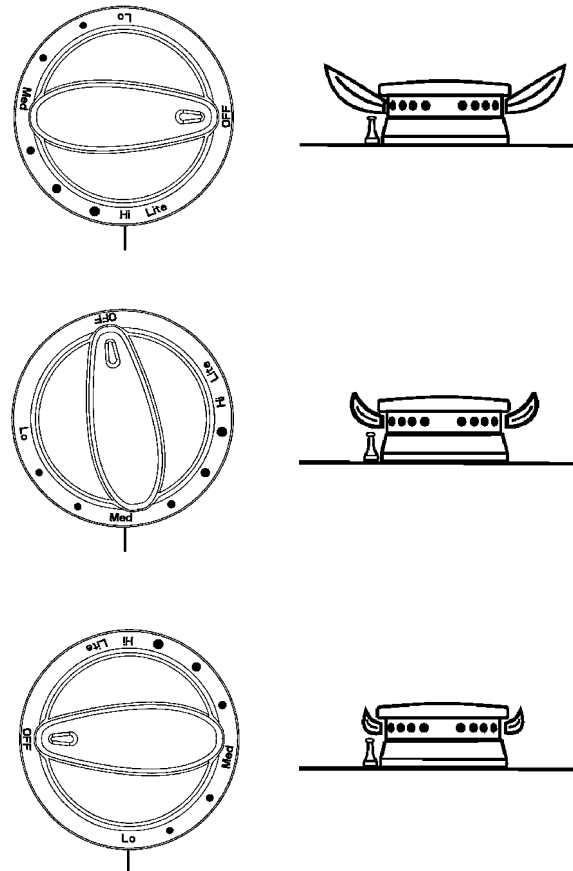

FIGURA 12
Después de terminar los pasos A, B y C de conversión, revise la apariencia de la llama de cada quemador en los ajustes HI y LO contra los de la figura 12. Si las llamas parecen estar demasiado grandes o pequeñas, revise cada paso para asegurar que se realizaron correctamente.
6. Comenzando en la posición LP (vea el núm. 5 de la página 8, bajo C, AJUSTE DE LA LLAMA BAJA), gire el tornillo en contra del sentido de las manecillas del reloj hasta que la llama se estabilice y se vea igual a la del dibujo del ajuste "low" de la figura 12. El ajuste correcto producirá una llama azul regular y uniforme de tamaño mínimo. El ajuste final debe revisarse girando la perilla de alto a bajo varias veces sin apagar la llama.
Después de realizar los pasos A, B y C, revise la apariencia de la llama de cada quemador en el ajuste Hi y Lo contra la figura 12. Si las llamas parecen estar demasiado grandes o pequeñas, asegúrese de que todos los pasos se siguieron correctamente.